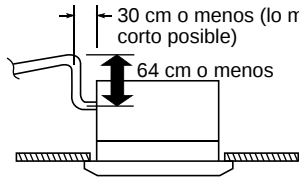

Fig. 3-9
- Si es necesario incrementar la altura del tubo de drenaje, podrá levantarse la sección que está directamente debajo del orificio de conexión en un máximo de 64 cm. No la levante más de 64 cm, porque podrían producirse fugas de agua. (Fig. 3-9)